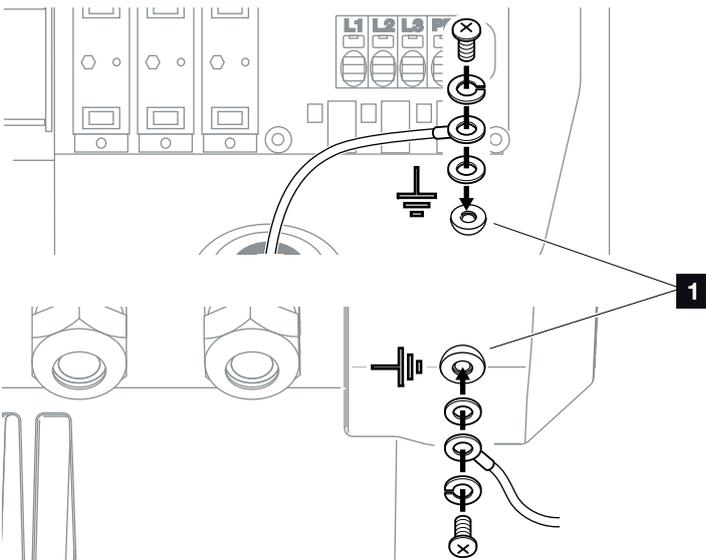

Fig. 23: Ligação PE específica do país interior/exterior
9. Em países, nos quais é obrigatório usar uma segunda ligação PE, ligue esta ligação ao local designado (no interior ou exterior) do aparelho com o binário indicado de 3 Nm (M6). Fig. 23, Pos. 1 !